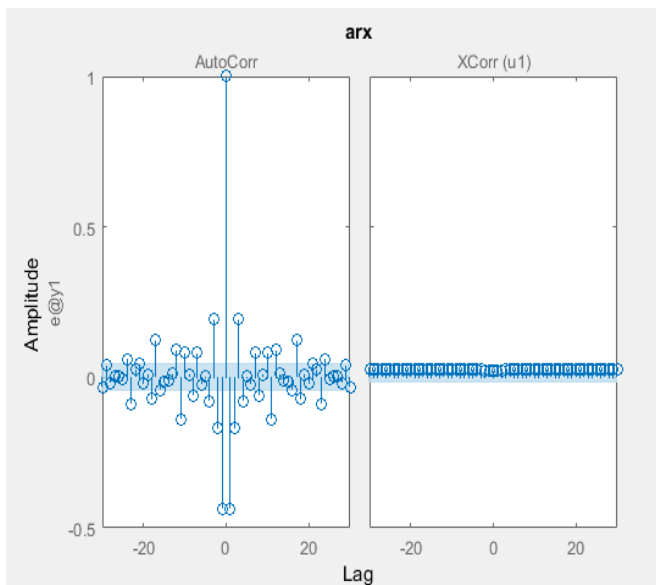

Figura 8
- validam modelul:  $resid(m\_y\_arx, d\_vd\_y);$  ( Figura 8)